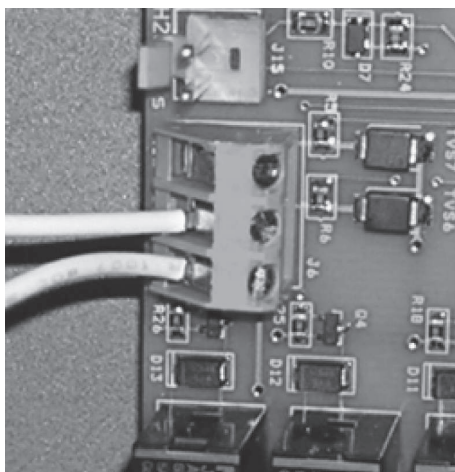

Figure 11b. Connection à AquaLink® RS ou TSTAT à distance (Connexion à 2 fils)
4. Connecter le câblage depuis le système de commande de la piscine et du spa jusqu'à la borne de la télécommande de la thermopompe (Voir Figure 11b).